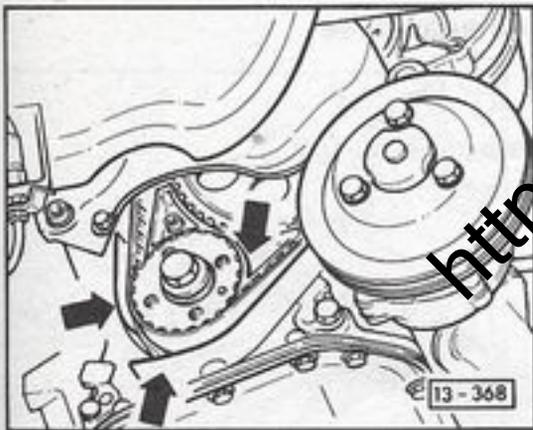

Fig. 1 Flasque d'étanchéité avant avec protection de la courroie crantée
• avec une protection supplémentaire de la courroie crantée ⇒ figure 1